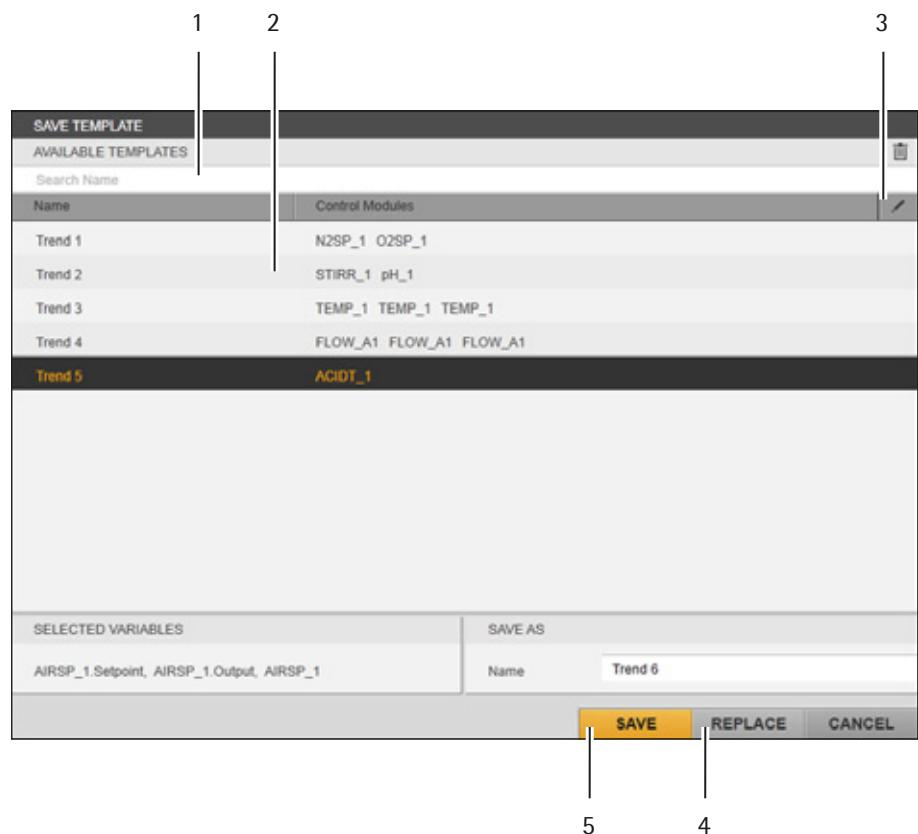

Abb. 6-21: Menü Trendvorlagen-Verwaltung
- ▶ Das Menü „SAVE TEMPLATE“ wird eingeblendet (siehe „Abb. 6-21: Menü Trendvorlagen-Verwaltung“, Seite 101).